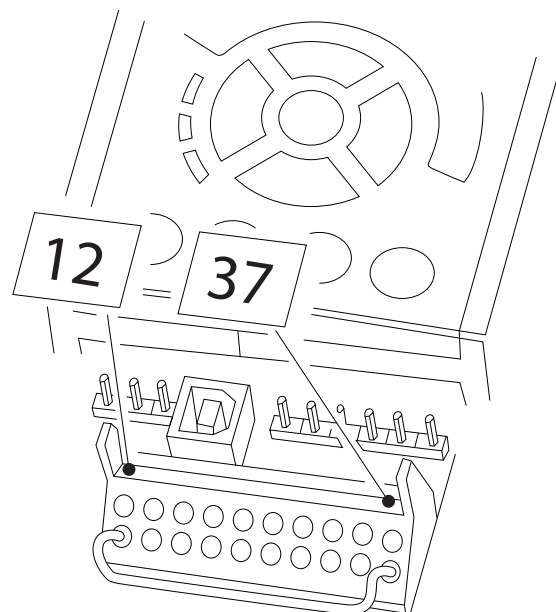

Abbildung 2.4 Kabelbrücke zwischen Klemme 37 und 24 V DC
1. Entfernen Sie die Kabelbrücke zwischen Klemme 37 und 24 V DC. Alleiniges Durchschneiden oder Unterbrechen des Kabels reicht nicht aus. Es muss vollständig entfernt werden, um Fehlkontaktierung zu vermeiden. Siehe Kabelbrücke unter *Abbildung 2.4*.